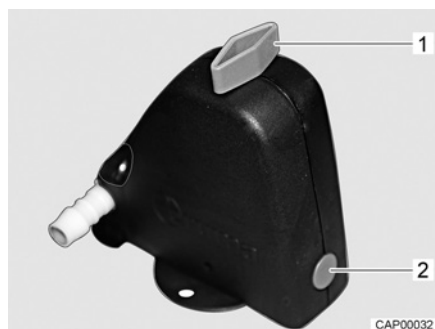
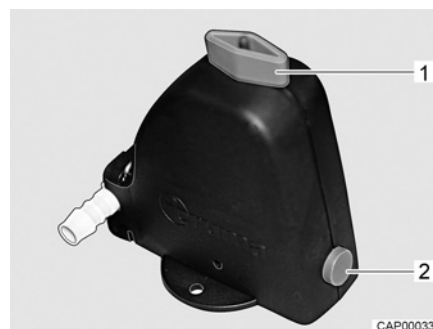

Fig. 105 Valve de sécurité et de vidange fermée
Fig. 106 Valve de sécurité et de vidange ouverte
- Ouvrir la valve de sécurité et de vidange (Fig. 105). Tourner le bouton rotatif (Fig. 105,1) dans le sens longitudinal par rapport à la valve de sécurité et de vidange. Le bouton-poussoir (Fig. 105,2) ressort. La valve de sécurité et de vidange ouverte est représentée à la Fig. 106.